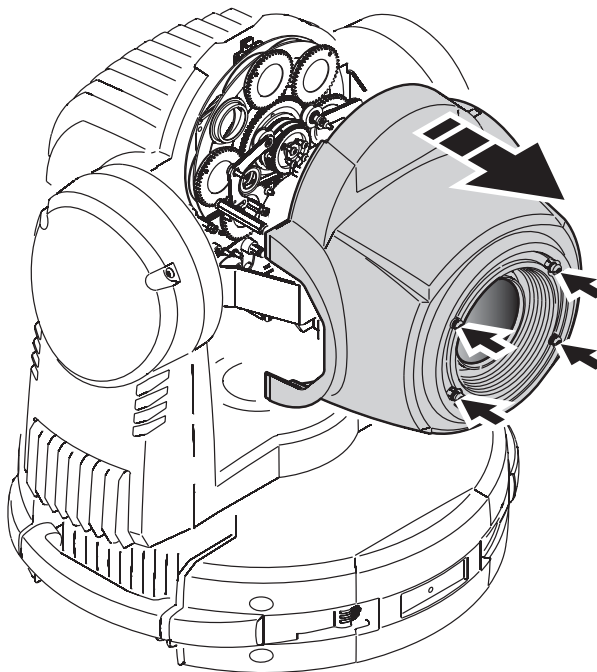

Figure 17: Démontage du couvercle frontal
2. Voir Figure 17. Démontez les quatre vis 1/4 de tour du capot frontal. Démontez le capot frontal, détachez l'élingue de sécurité et dégagez complètement le capot frontal.